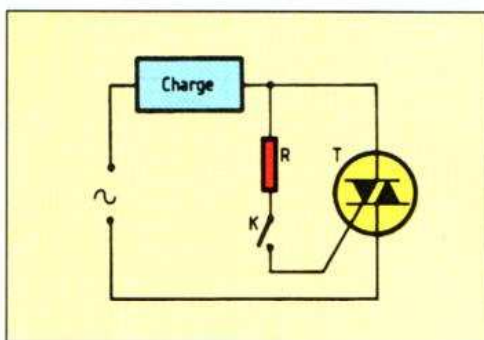

Fig. 9. — Ici, le triac est commandé par un courant alternatif, passant quand le contact K (ou ce qui en tient lieu) le lui permet.
Toujours pour un fonctionnement en « tout ou rien », on utilise souvent le triac commandé comme le montre la figure 9. On voit que, alors, on utilise le triac dans les modes 1 et 3. Le résistor R limite l'intensité dans la gâchette, cette dernière n'étant commandée, bien sûr, que si le contact K est fermé.
Donc, si l'on applique un courant de commande à la diode au moment précis où la tension aux bornes du grand triac (et donc du petit, puisqu'il n'y a pas de chute de tension dans la charge) dépasse 12 V, il ne se passe rien sur le moment. C'est seulement un quart de période plus tard, quand la tension aux bornes du triac est passée par zéro, puis est remontée à quelques volts, que le premier déclenchement agit. Ce circuit, par exemple le MOC 3040, élimine complètement le problème des parasites engendrés lors de la commande de déclenchement du triac. L'emploi du MOC 3040 est exactement le même que celui du MOC 3020, c'est-à-dire qu'on le monte comme l'indique la figure 9. On obtient alors, avec l'ensemble du triac, du MOC 3040 et du résistor R, l'équivalent d'un relais.
Fig. 10. — Le montage de la figure 9 est ici amélioré par l'emploi d'un « optotriac », réalisant un isolement parfait entre la commande, en (A) et (B), et le secteur.